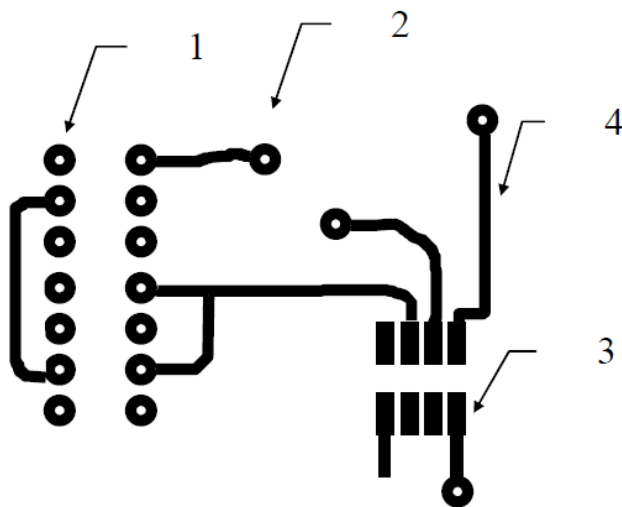

Рисунок 2.1 Малюнок з'єднань друкованої плати
На рис. 2.1 показано фрагмент малюнка з'єднань друкованої плати. Основними його елементами є контактні площинки (1, 2, 3) та друковані провідники (4). Контактні площинки розміщуються навколо монтажних отворів, у які вставляються виводи компонентів (1), перехідних отворів (2), що служать для з'єднання друкованих провідників у різних шарах плати, а також у місцях припаювання до плати виводів планарних компонентів (3).